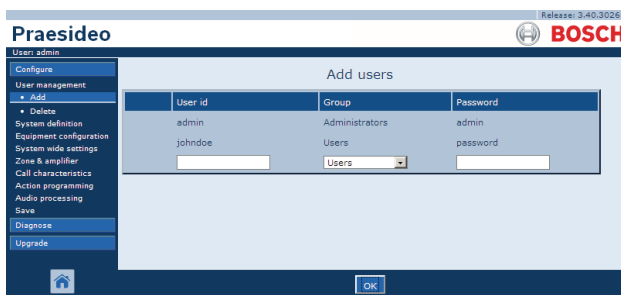

figura 42.4: Agregar un usuario, paso 5
- 5 Haga clic en el botón *OK* para activar la nueva cuenta. Aparece una pantalla similar a la mostrada en figura 42.4 en el cuadro principal de la interfaz Web.